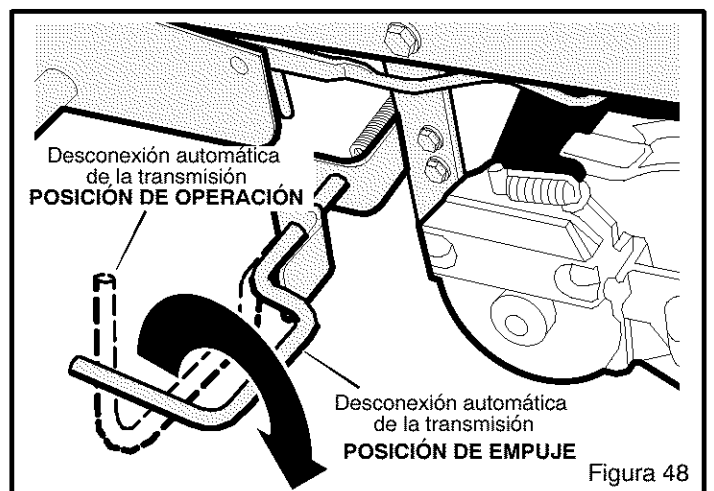

Figura 48
Para empujar la unidad, use la **desconexión automática** para desactivar la transmisión. (Figura 48)
3. Mueva y asegure la **desconexión automática de la transmisión** en la posición de **EMPUJE** (Figura 48). La transmisión está ahora *desactivada* y se puede empujar la unidad.
1. La **desconexión automática de la transmisión** debe estar en la posición de OPERACIÓN (Figura 48).